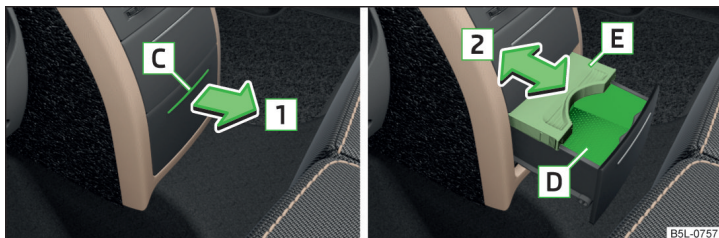

Fig. 77 Porte-gobelets dans la console centrale arrière : ouvrir / ajuster la taille
➤ Pour **ouvrir**, appuyez sur le bord extérieur de la lamelle dans la zone **C** » fig. 77. Le porte-gobelet sort.
- Le porte-gobelet **D** » fig. 77 doit être fermé avant que le siège central arrière ne soit rabattu - risque d'endommagement.